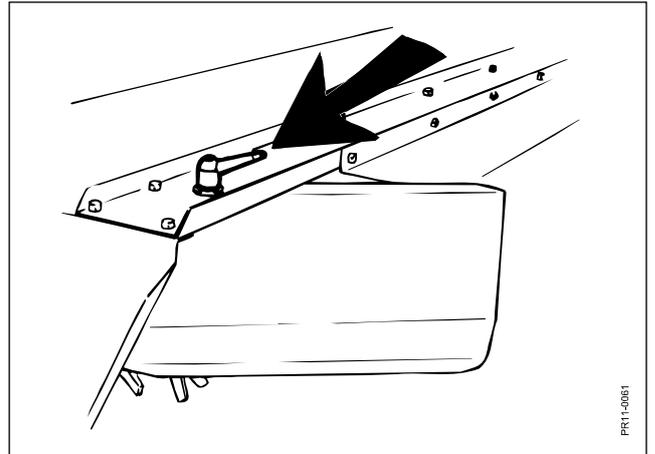

Fig. 3-14
**Fig. 3-14** Die Breite des Schwades ist durch Drehen der Schwadbleche einstellbar. Die Bolzen/Griffe auf der Oberplatte lösen und die Bleche nach außen oder nach innen rücken.